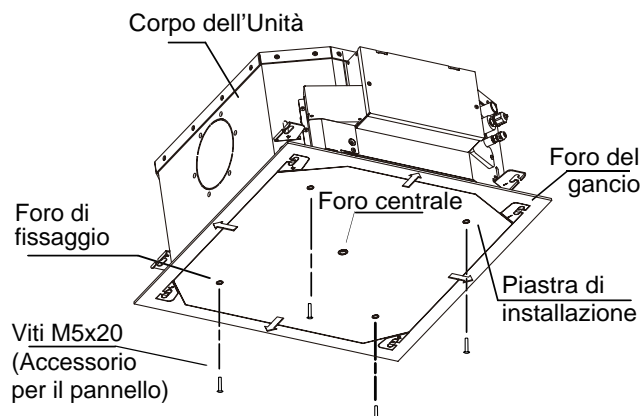

Fig. 3.8
- 2 Dopo aver installato il corpo dell'Unità, fissare la piastra di installazione (accessorio 2) al condizionatore mediante bulloni M5X20 (forniti con la piastra di installazione). Prima di fare ciò, verificare le dimensioni e le posizioni dell'apertura del foro sul soffitto e dell'accesso manutenzione (vedi Fig. 3.8).